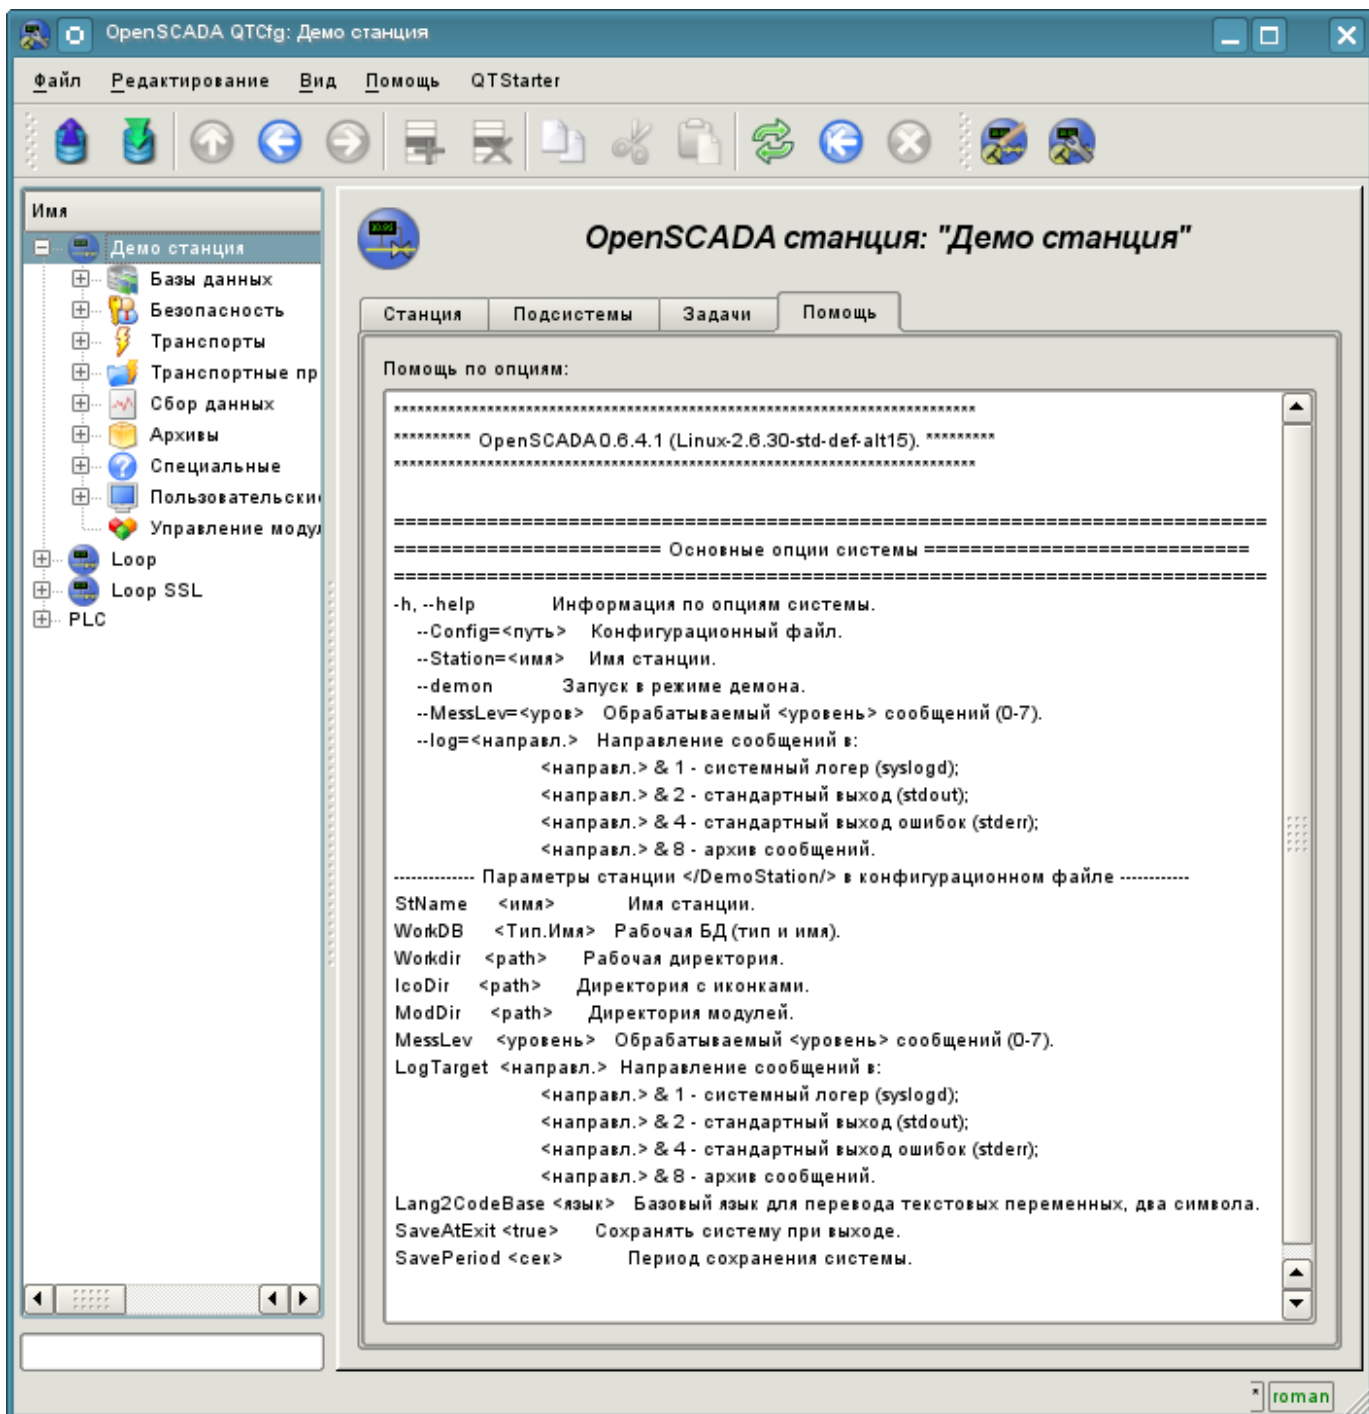

Рис. 4d. Вкладка "Помощь" корневой страницы конфигурации системы.
- Вкладка "Помощь" содержит краткую помощь для данной страницы, рис.4d. В данном случае это доступные параметры командной строки и поля конфигурационного файла для данной страницы.